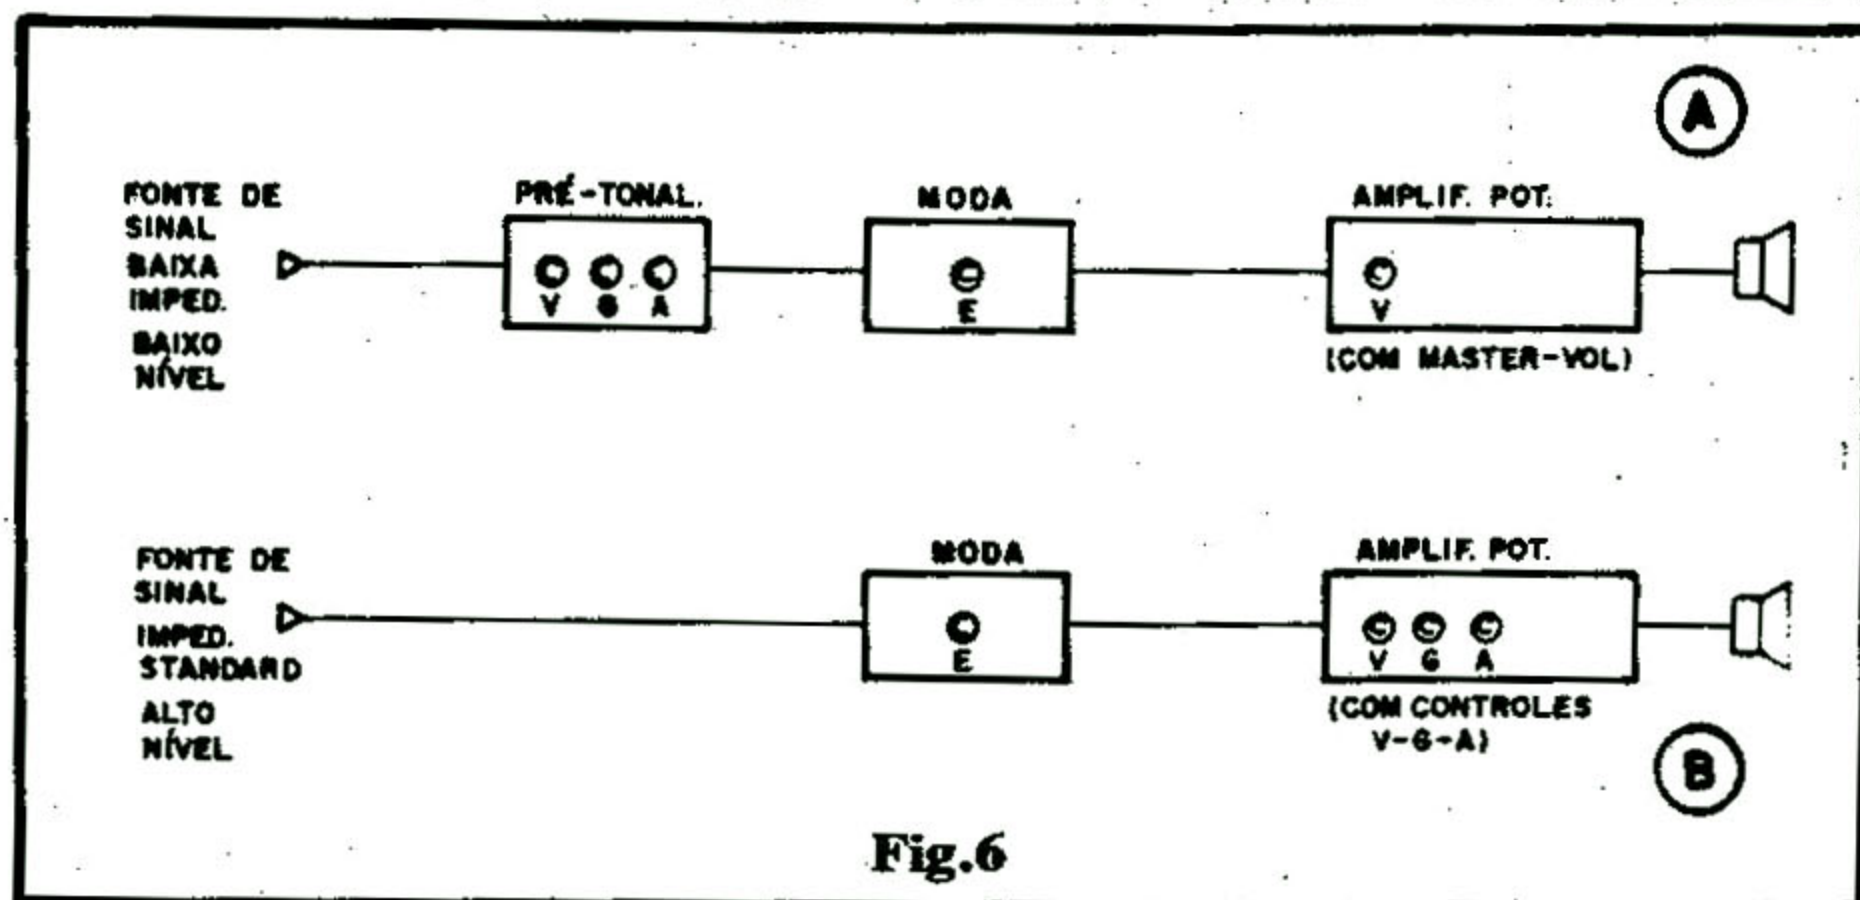

Fig.6
- **FIG. 6 - INSTALAÇÕES BÁSICAS** - As características de impedância mais ou menos "standardizadas" do MODA-CRE-2, tanto em sua Entrada quanto em sua Saída, permitem o seu fácil acoplamento em qualquer sistema de som já existente, normalmente requerendo apenas a "intercalação" entre a fonte de sinal/pré-amplificador e o amplificador de Potência... É sempre bom, porém, para se obter o máximo, "casar" da melhor maneira possível o conjunto. Vejamos: (6-A) Se a fonte de sinal apresenta baixa impedância e baixo nível, convém preceder o MODA-CRE-2 por um módulo tipo "pré-tonal" (pré-amplificador conjugado com circuitos equalizadores de tom ativos), caso em que o amplificador final, ligado à Saída do MODA-CRE-2 pode apresentar, como único controle, um knob para volume-master... (6-B) Já se a fonte de sinal apresenta impedância standard (entre 10K e 100K) e bom nível de sinal (tape-decks, sintonizadores, teclados eletrônicos, etc.), pode ser ligada diretamente à Entrada do
fig. 6-A, dependendo dos ajustes feitos no módulo pré-tonal, pode tornar-se necessária uma alteração no ajuste do dito trim-pot, de modo a novamente posicionar os níveis internos de sinal, em função da sua componente C.C., para correta manipulação pelo BBD...